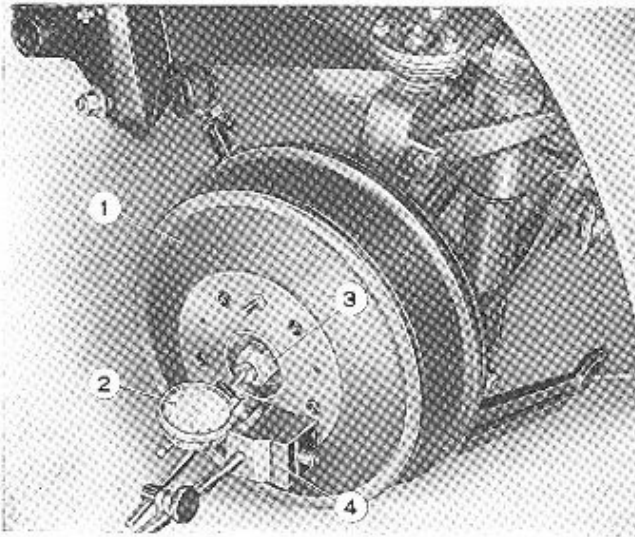

Abb. 92 - Kontrolle des Axialspiels der Nabe mittels der Messuhr mit Magnethalter.
- dann setzt man an die flachste Stelle der Trommel die Messuhr mit Magnethalter an (Abb. 92);